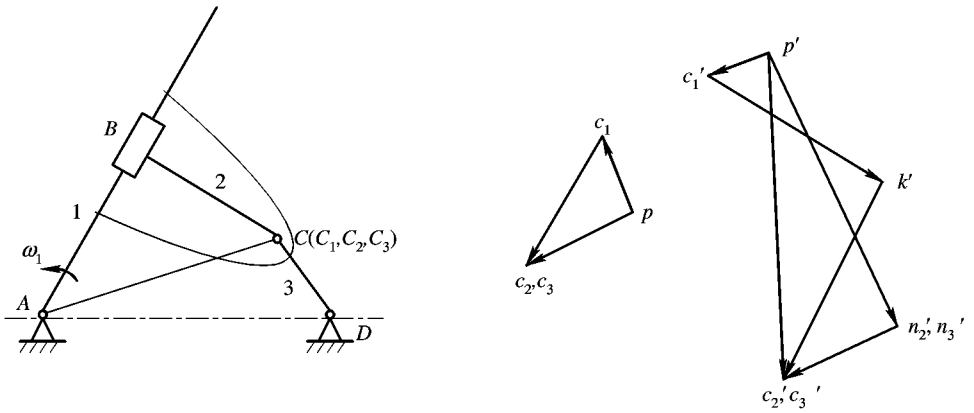

图 1.3
1.5 (14分) 在图 1.3 所示机构中，已知各构件的尺寸，原动件 AB 以等角速度 ω_1 逆时针转动，现已经给出机构在图示位置的速度多边形和加速度多边形图，